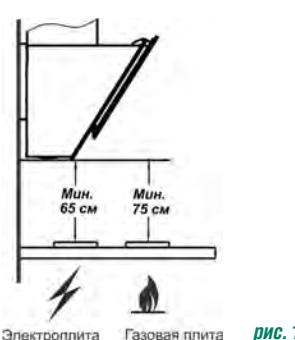

рис. 1
1.2 Вытяжку устанавливайте на высоте, как показано на рис. 1.
- разметьте линию установки нижней части вытяжки над плитой (рис.1);